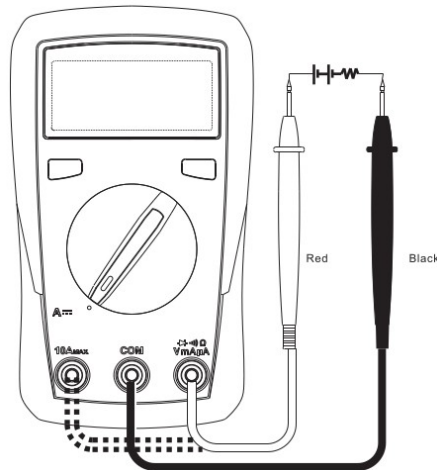

Figura 3
6. Medición de Corriente Continua (Ver figura 3)
7. Medición de Corriente Alterna (Solo UT33A+, ver figura 3)
Por favor ver la sección 6 "Medición de Corriente Continua (Ver figura 3)".